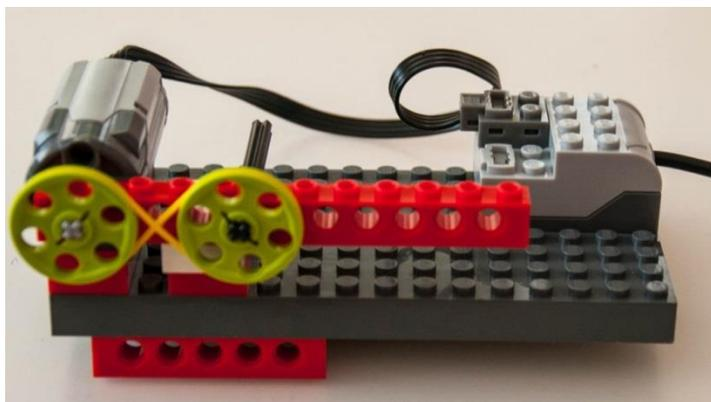

Рис. 12 Ременная передача: колеса вращаются в разные стороны
Вторая модель так же будет использовать ременную передачу, но ремень будет подсоединен к колесам в виде восьмерки (рис. 12).
1. Собрать модель (рис. 12) и подключить к компьютеру.